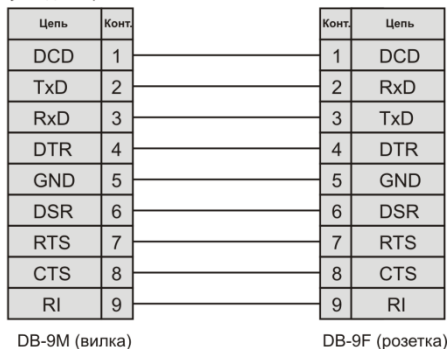

Рисунок 4 – Схема электрическая кабеля RS-232 для соединения адаптера с ПЭВМ
6.1.4 Соедините интерфейсным кабелем SCF-12 из комплекта поставки ПРП или из комплекта поставки адаптера разъем «ПЭВМ» на корпусе адаптера с разъемом последовательного порта компьютера (рисунок 4).